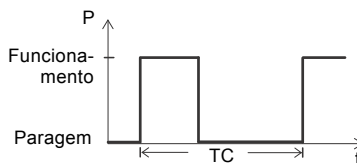

Fig. 9 Funcionamento S3
O funcionamento S3 consiste numa série de ciclos de funcionamento idênticos (TC), cada um com um período de carga constante, seguido de um período de descanso. Não é alcançado equilíbrio térmico durante o ciclo. Consulte a fig. 9.